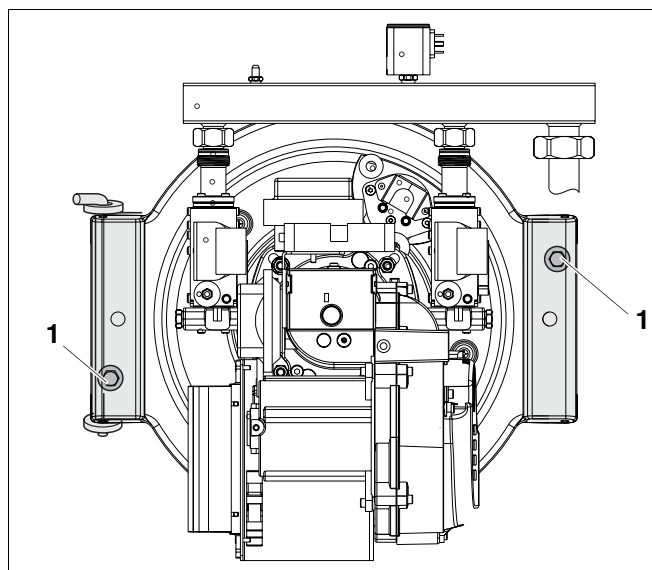

Fig. 32 Resserrage des vis de la porte du brûleur
- Resserrez les vis de fixation de la porte du brûleur (fig. 32, pos. 1) à l'état chaud.